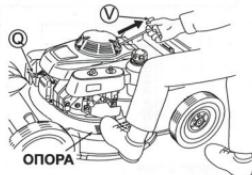

Рис. 6.
- Установите свечной колпачок (Q). (См. рис. 6.)
- Чтобы запустить двигатель, поставьте одну ногу на порог корпуса, слегка потяните за рукоятку стартера (V) и приостановитесь в положении, когда почувствуете сопротивление (См. рис. 6.), а затем резко дерните за рукоятку стартера (V) в исходное положение.